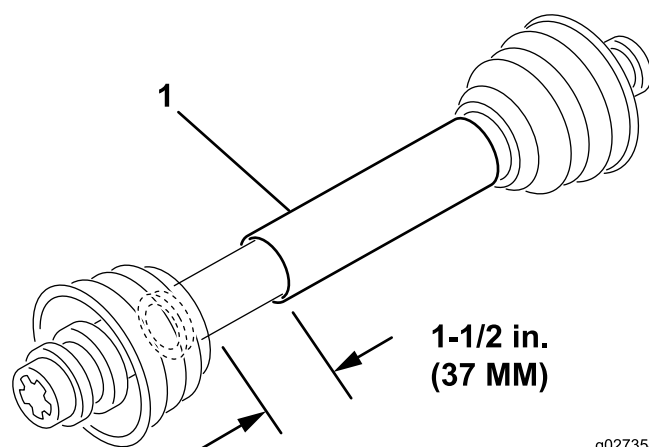

Figura 4
3. No seu comprimento mais curto, as duas metades do veio da tomada de força têm de ter, pelo menos, 37 mm de espaço adicional para desabar (Figura 4).